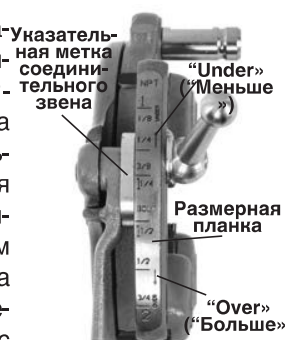

Рис. 9 – Настройка размера резьбы
3. Сначала совместите указательную метку на соединительном звене с отметкой требуемого размера на размерной планке. На резьбонарезных головках для болтов или Mono установите метку на соединительном звене напротив риски на размерной планке. Для нарезания резьбы на болте с использованием универсальной резьбонарезной головки установите все гребенки для болтов по риску BOLT (БОЛТ) на размерной планке (Рис. 9).